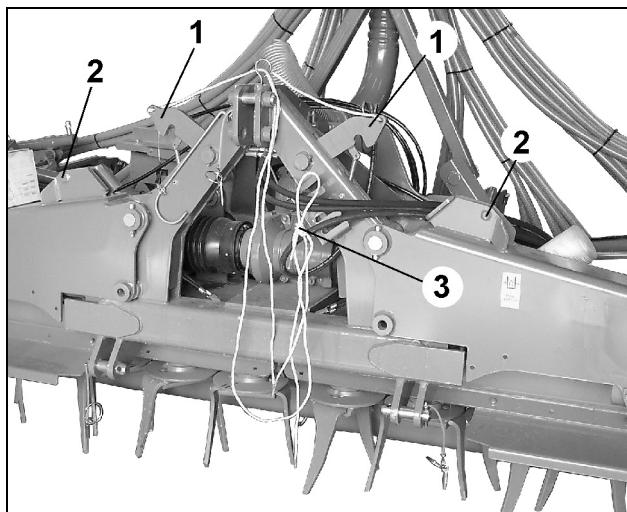

Рис. 97
- Разложите машину, предварительно открыв блокировку из кабины трактора при помощи троса (Рис. 97/3).